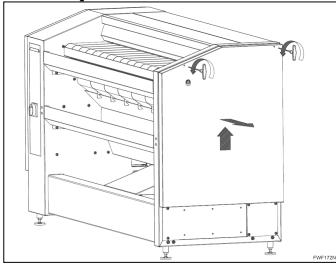

Рис. 24
- После снятия правой крышки (Рис. 24) и ослабления двух винтов HEX8 (2) можно наклонить крышку (1), Рис. 22.
- Перед вводом машины в эксплуатацию снимите обе боковые крышки. См. Рис. 24.